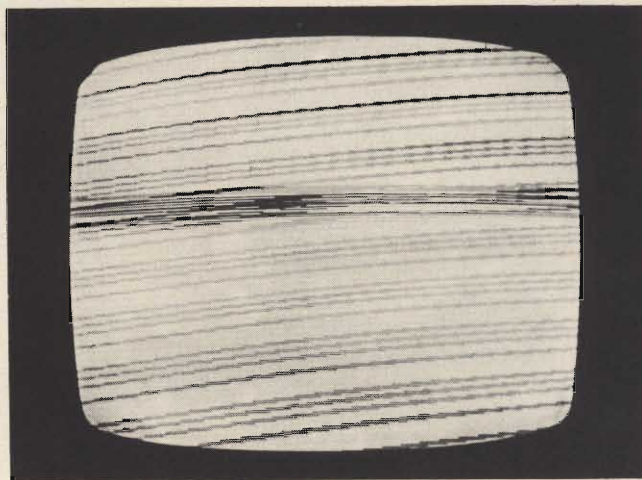

Fig. 11 - Immagine raffigurante una perdita del sincronismo orizzontale e verticale.
- III) La perdita di entrambi i sincronismi verticale e orizzontale e presentare sullo schermo una immagine simile a quella di fig. 11. In questo caso regolare R21 fino ad ottenere la sincronizzazione dell'orizzontale; regolare R4 per la sincronizzazione del verticale.